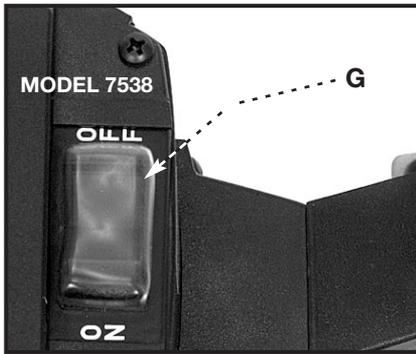

Fig. 12
**EL MODELO 7538** tiene un disyuntor termal (cortacircuito térmico) (G) Fig. 12, que está localizado en la parte superior de la caja del motor. Este disyuntor se desenganchará si existen condiciones de sobrecarga prolongadas.